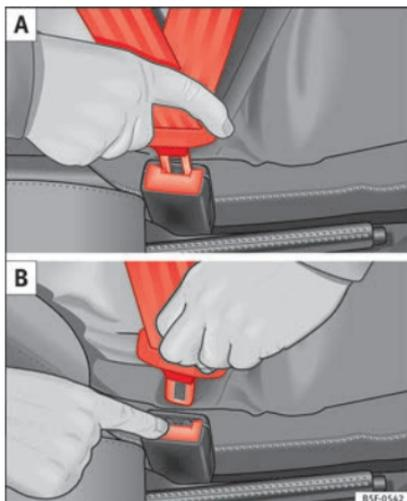

Fig. 54 Posizionamento e rimozione della chiusura della cintura di sicurezza.
» **fig. 54.**
- Premere il tasto rosso che si trova nel bloccetto d'aggancio » **fig. 54.** La linguetta scatta all'infuori » **△.**